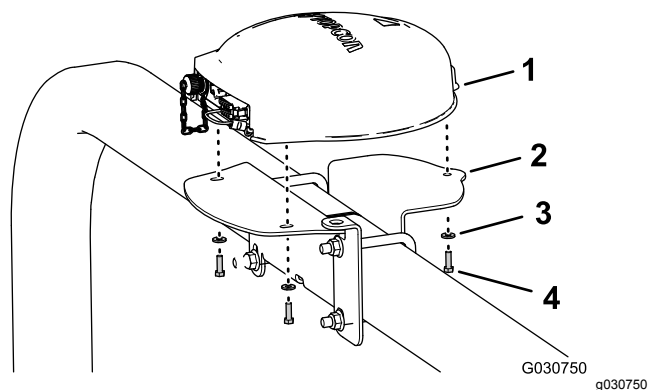

图 126
- 将导航接收器底座的 3 个螺纹柱与接收器安装支架上的 3 个孔对齐图 126。
- 使用 3 个六角头螺栓 5 x 16mm 和 3 个垫圈 5mm 将接收器组装到安装支架上图 126。